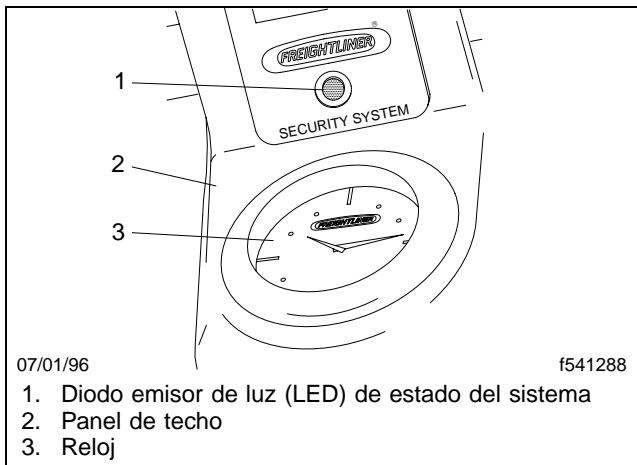

Figura 3.10, Diodo emisor de luz (LED) rojo de estado del sistema
- Un diodo emisor de luz (LED) rojo del estado del sistema, montado en el panel superior sobre el reloj. El LED destella lenta o rápidamente para indicar en qué estado se encuentra el sistema: armado, alerta, con alarma o comprometido. Está apagado cuando el sistema está desarmado. Vea la **Figura 3.10**.
2. Ahora encienda el interruptor para llave de la ignición. Observe que el LED está iluminado continuamente. Vea la **Figura 3.10**. Esto indica que el ECM está listo para comenzar con la secuencia de programación.